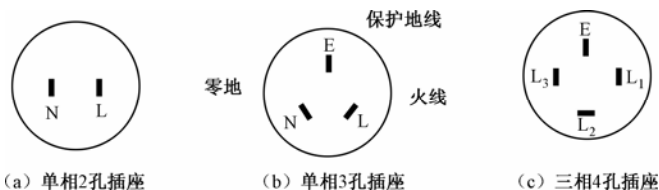

图 6-27 常见的插座接线极性规律
① 在选择插座时，要注意插座的电压和电流规格，住宅用插座电压通常规格为 220V，电流等级有 10A、15A、20A 和 30A，插座所接的负载功率越大，要求插座电流等级越大。
② 根据室内用电器及室内情况，确定插座的种类、数量和安装位置。
③ 在潮湿的环境（如厨房），插座的安装高度不低于 1.5m；在儿童活动场所，插座位置不低于 1.8m。
④ 插座接线极性应正确，常见的插座接线极性规律如图 6-27 所示。单相 2 孔式插座的左极接 N 线（零线），右极接 L 线（火线）；单相 3 孔式插座的左极接 N 线，右极接 L 线，中间极接 E 线（保护地线）；三相 4 孔式插座的左极接 L₃ 线（火线 3），右极接 L₁ 线（火线 1），上极接 E 线（保护地线），下极接 L₂ 线（火线 2）。